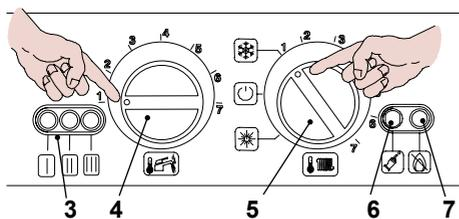
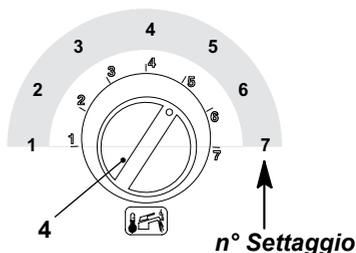

Figura 7.7
Figura 7.9
- Posizionare il selettore 5 come indicato in Figura 7.7; la lampada di segnalazione 3 lampeggia ad intermittenza circa ogni 2 secondi.
- Tenere premuto il pulsante di ripristino 6 in Figura 7.7 per circa 10 secondi, la lampada di blocco 7 in Figura 7.7 inizierà a lampeggiare.
- Per settare la pressione di accensione del bruciatore le spie di segnalazione 3 in Figura 7.7 devono essere visualizzate come in Figura 7.8 (leggenda spie a pag. 7)
- Se non si visualizza questa sequenza premere il pulsante di ripristino 6 in Figura 7.7 tante volte fino alla visualizzazione (4 volte).
Per visualizzare il settaggio impostato tenere premuto il pulsante di ripristino 6 in Figura 7.7 per circa 5 secondi. Le spie di segnalazione 3 in Figura 7.7 lampeggeranno un numero di volte pari al settaggio (Figura 7.9).
- Per cambiare il settaggio ruotare la manopola regolazione temperatura sanitari 4 in Figura 7.7 e posizionarla nella posizione prescelta Figura 7.9 vedi anche Figura 7.10 (nella figura es. manopola settata per posizione 3,5), la lampada di segnalazione blocco 7 in Figura 7.7 lampeggerà velocemente.
- Per memorizzare il settaggio premere il pulsante di ripristino 6 in Figura 7.7 per circa 5 secondi, le spie di segnalazione 3 in Figura 7.7 lampeggiano tutte quante simultaneamente come in Figura 7.11 (leggenda spie a pag. 7)